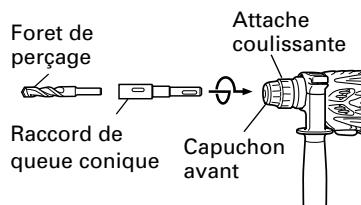
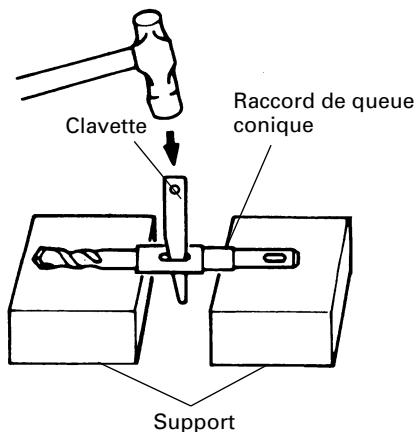

Fig. 19
Fig. 20
- (1) Monter le raccord de queue conique sur le marteau rotatif à percussion (Fig. 19).
- (2) Fixer la mèche (queue conique) sur le raccord de queue conique (Fig. 19).
- (3) Mettre l'interrupteur sur la position de ON (marche) et percer un trou de la profondeur voulue.
- (4) Pour retirer la mèche (queue conique), introduire la clavette dans la fente du raccord de queue conique et frapper la tête de la clavette avec un marteau alors que la perceuse est placée sur le support (Fig. 20).